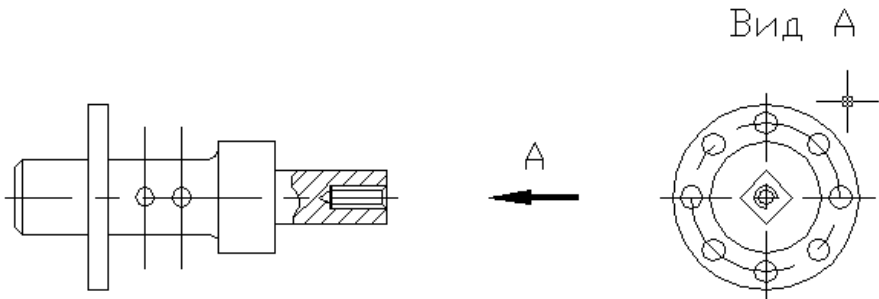

Рисунок 3.15 – Креслення валу
3.3.33 Вибрати повне зображення за допомогою команди **ZOOM_ALL**. За допомогою команди **RECTANG** виконати два прямокутники у будь – якому шарі. Ці прямокутники слід використовувати для обрізки осьових ліній. Після обрізки отримаємо кінцеве зображення валу, що наведене на рис. 3.15.